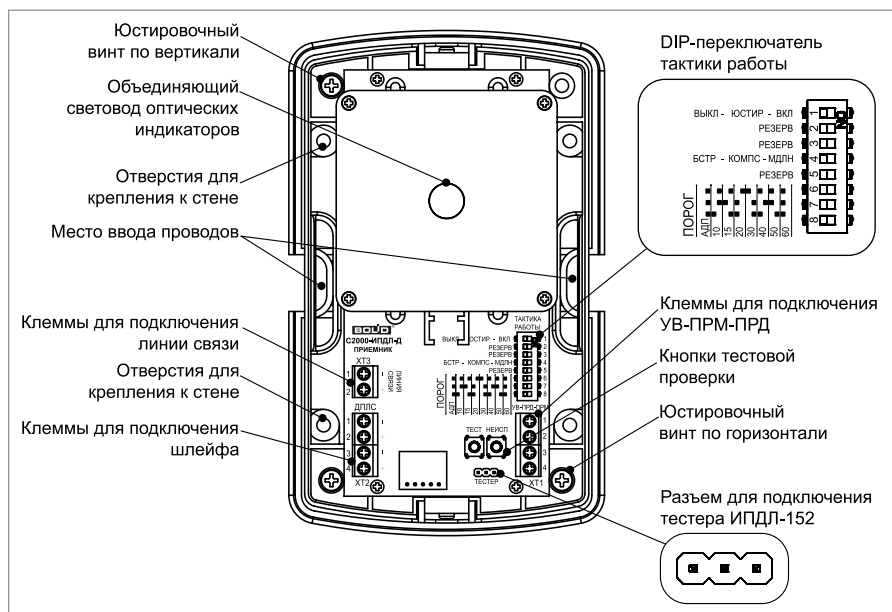
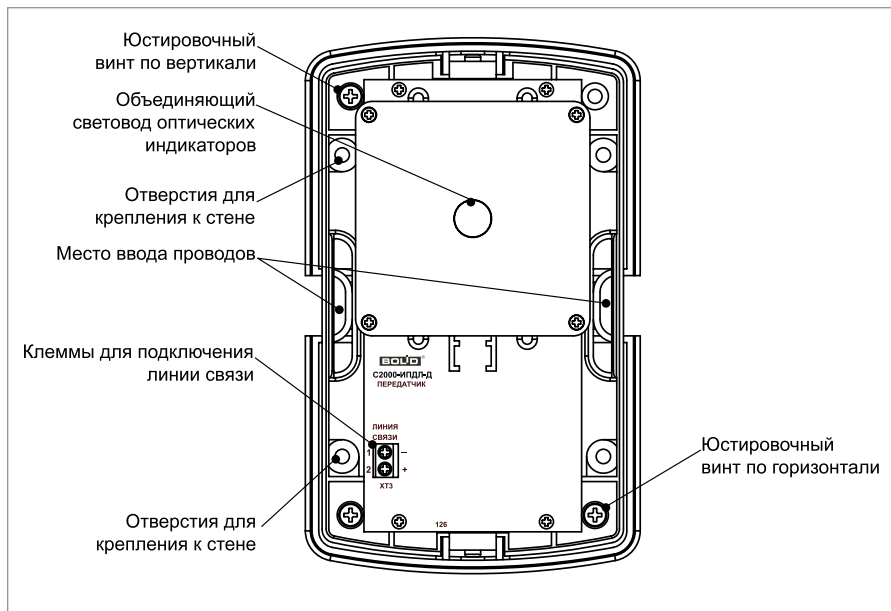

Рисунок 71.
Рисунок 72.
3. На Рисунок 71 приведен общий вид принимающей части извещателя, а на Рисунок 72 передающей части извещателя со снятым корпусом. Провода следует заводить через боковые отверстия в основании, расположенные над боковыми пазами в монтажном основании. Для оптимальной раскладки подводимых цепей следует учитывать местоположение соответствующих групп клемм.